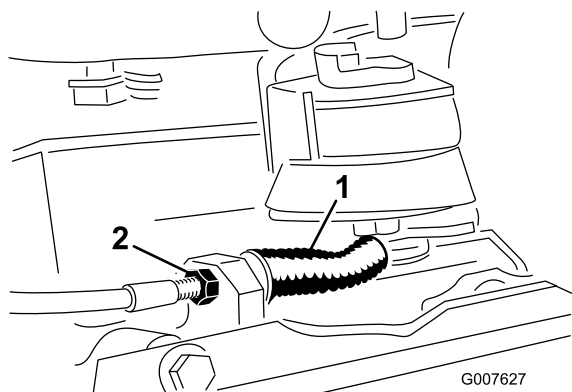

Рисунок 34
- Для уменьшения натяжения тросика отпускайте переднюю зажимную гайку тросика и затягивайте заднюю гайку (Рисунок 34). Повторите действия, описанные в пунктах 1 и 2, и при необходимости отрегулируйте натяжение.
- Для увеличения натяжения тросика затягивайте переднюю зажимную гайку тросика и отпускайте заднюю гайку (Рисунок 34). Повторите действия, описанные в пунктах 1 и 2, и при необходимости отрегулируйте натяжение.